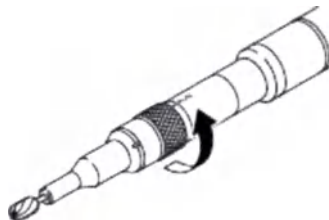

Рисунок 3. Зафиксированный режущий инструмент
2.3 Поверните стопорное кольцо в положение ХОД. См. Рис. 3.